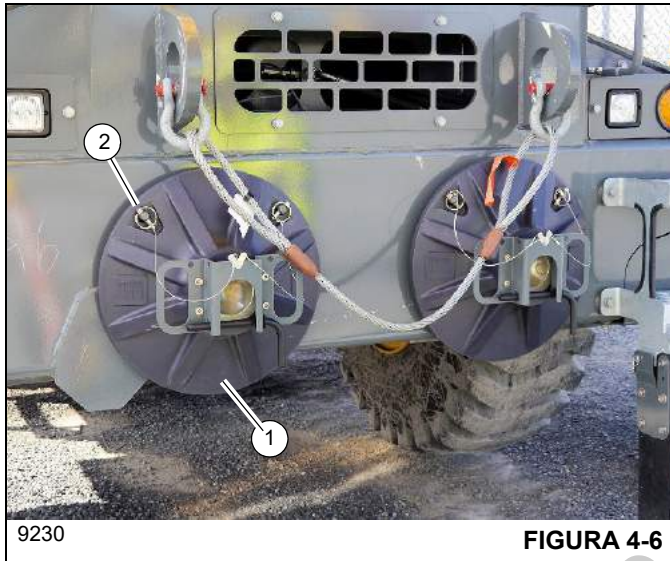

FIGURA 4-6
6. Retraia as patolas dos estabilizadores (Figura 4-6).